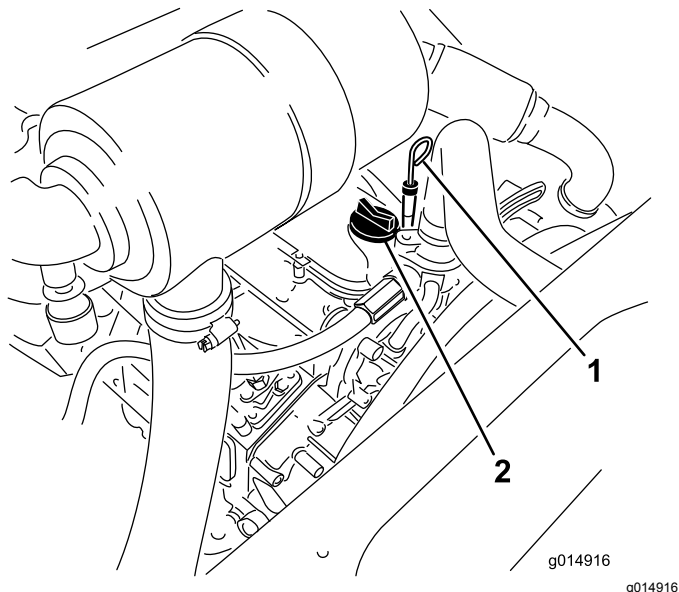

Figura 35
3. Retire a vareta, limpe-a e volte a colocá-la (Figura 35).
5. Se o nível de óleo se encontrar abaixo da marca CHEIO da vareta, retire a tampa de enchimento (Figura 35) e adicione óleo até que o nível atinja a marca CHEIO. **Não encha demasiado.**